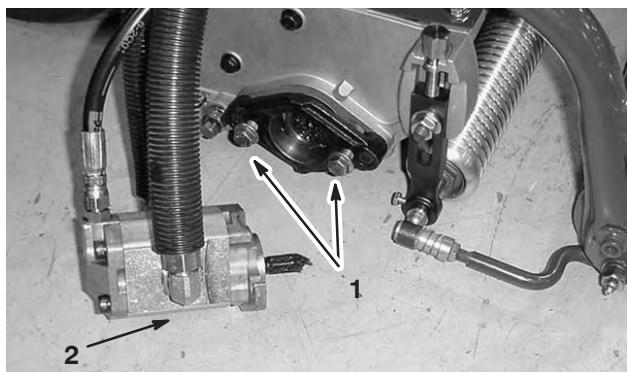

Figure 12
- Installez les vis d'assemblage du moteur d' entraînement des cylindres sur chaque plateau de coupe. Laissez dépasser environ 13 mm de filetage sur chaque vis de montage (Fig. 12).
- Lubrifiez l'arbre cannelé de chaque moteur avec de la graisse propre, puis montez le moteur en le tournant dans le sens horaire de sorte que les brides dépassent les goujons. Tournez le moteur dans le sens anti-horaire jusqu'à ce que les brides encerclent les goujons. Serrez les vis de montage (Fig. 12).